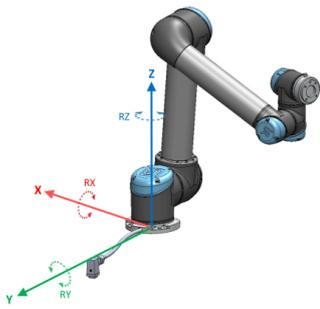

FIGURE 13.1 – Fonction de base
- La fonction de base se trouve au centre de la base du robot (voir figure 13.1)